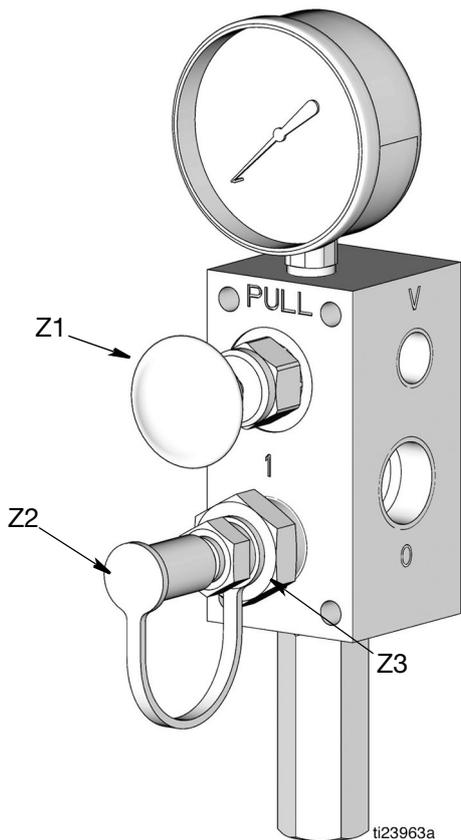
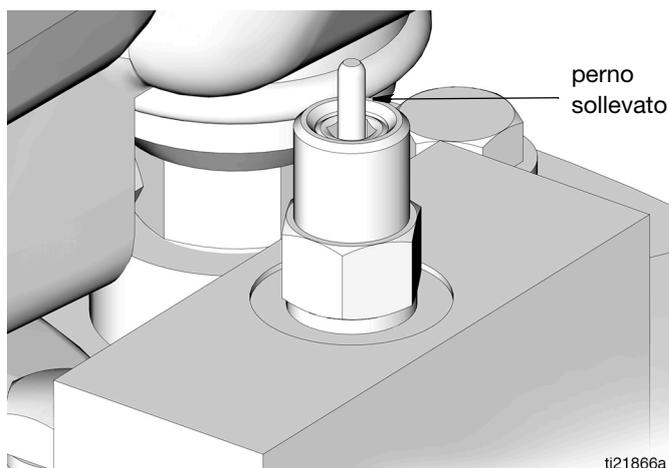

FIG. 18
FIG. 20
3. Rimuovere il coperchio antipolvere giallo (Z2) dal raccordo di riempimento (Z3) (FIG. 18).
4. Collegare la linea di riempimento (AA) tra la pompa della stazione di riempimento remoto (P) e l'attacco del raccordo di riempimento (Z3) contrassegnato con "1" (FIG. 18).
5. Avviare la pompa della stazione di riempimento remoto (P).
6. Quando il serbatoio (K) è riempito:
- La pompa della stazione di riempimento remoto (P) entra in stallo (perdita di pressione)
- Il perno di intercettazione riempimento automatico (S) si solleva, vedere FIG. 20